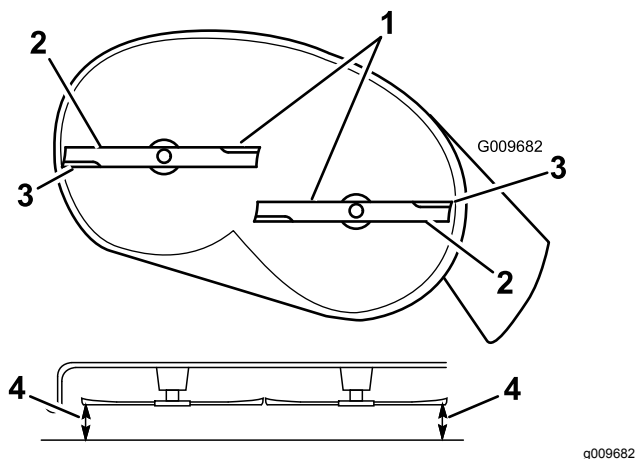
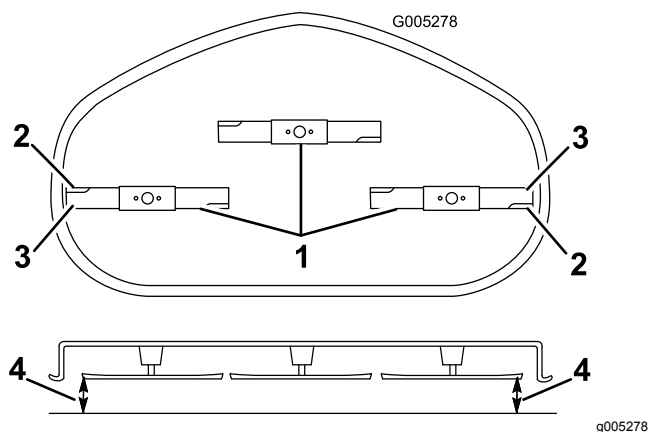

Figure 69
Figure 70
4. Faites pivoter les lames avec précaution pour qu'elles soient toutes parallèles (Figure 69 et Figure 70).
5. Mesurez la distance entre les tranchants extérieurs et la surface plane (Figure 69 et Figure 70).